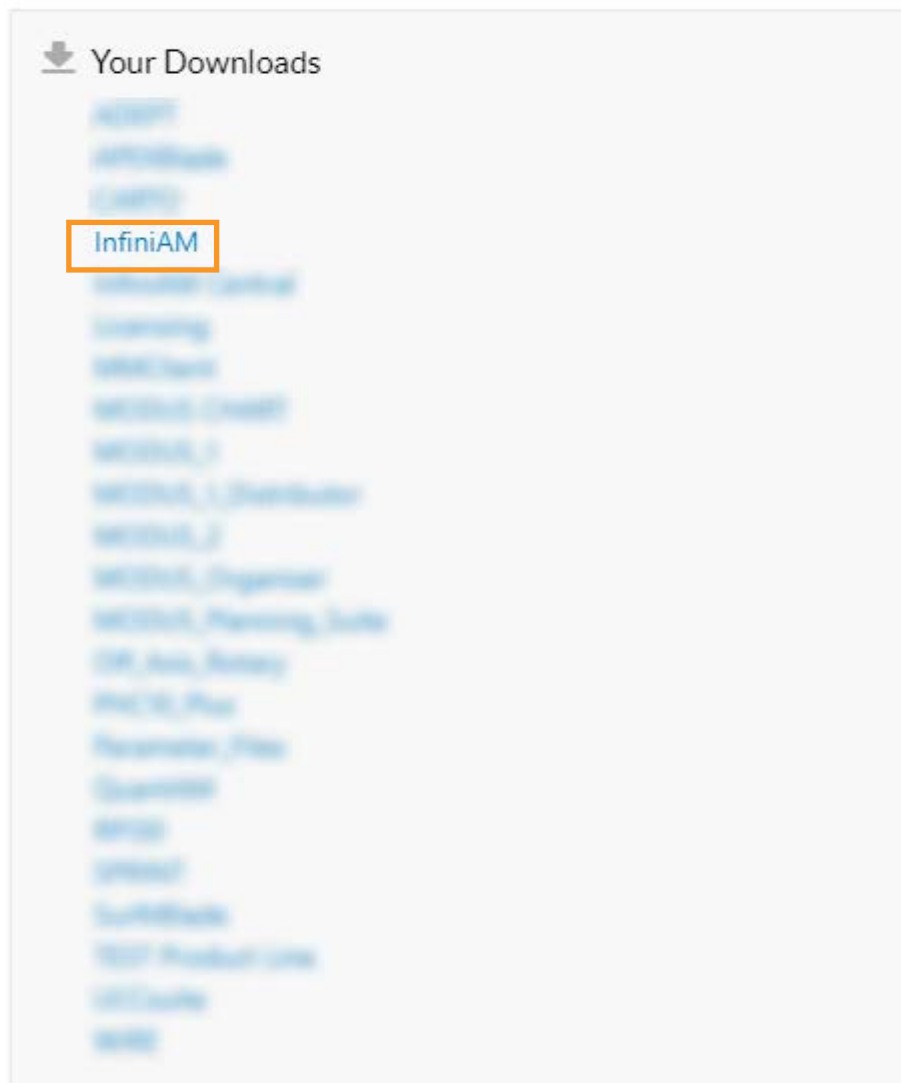

Figura 4 “Licence & Delivery Portal” (Portale licenze e consegne)
5. Andare fino alla sezione “Your Downloads” (Download) e fare clic su “InfiniAM” (vedere Figura 4).